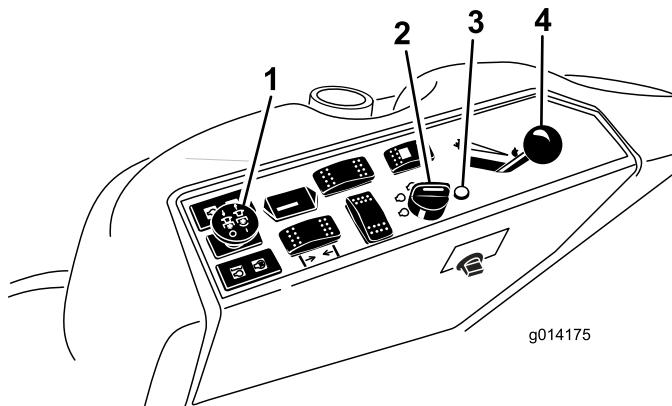

Bild 11
- Schieben Sie den Zapfwellenantriebsschalter auf „Aus“ (Bild 11).
- Bewegen Sie den Gasbedienungshebel in die Mittelstellung zwischen Langsam und Schnell (Bild 11).